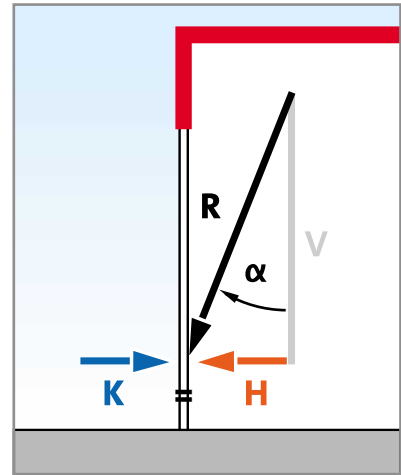

Abb. 3
Der Luftschleierstrahl R resultiert aus den benötigten horizontalen (H) und vertikalen (V) Komponenten (Abb. 3). Kaltluft bzw. durchbrechende Außenluft, die in den Luftstrahl eingespeist wird, muss außerdem durch ein entsprechendes Wärmeangebot so konditioniert werden, dass mindestens Raumtemperatur erreicht wird (je geringer die Injektion und größer die Abschirmwirkung eines Luftschleiers ausfallen, um so geringer ist der notwendige Wärmebedarf).
Die Wahl geeigneter Bauformen und Luftführung ermöglicht praktikable Lösungen für alle Eingangssituationen. Die Abb. 3 zeigt, dass für die Größe H außer den physikalischen Daten ein möglichst konstanter, weitreichender Luftstrahl mit gut einstellbarem Ausblaswinkel des kontrolliert konditionierten Luftvolumens wichtig ist.